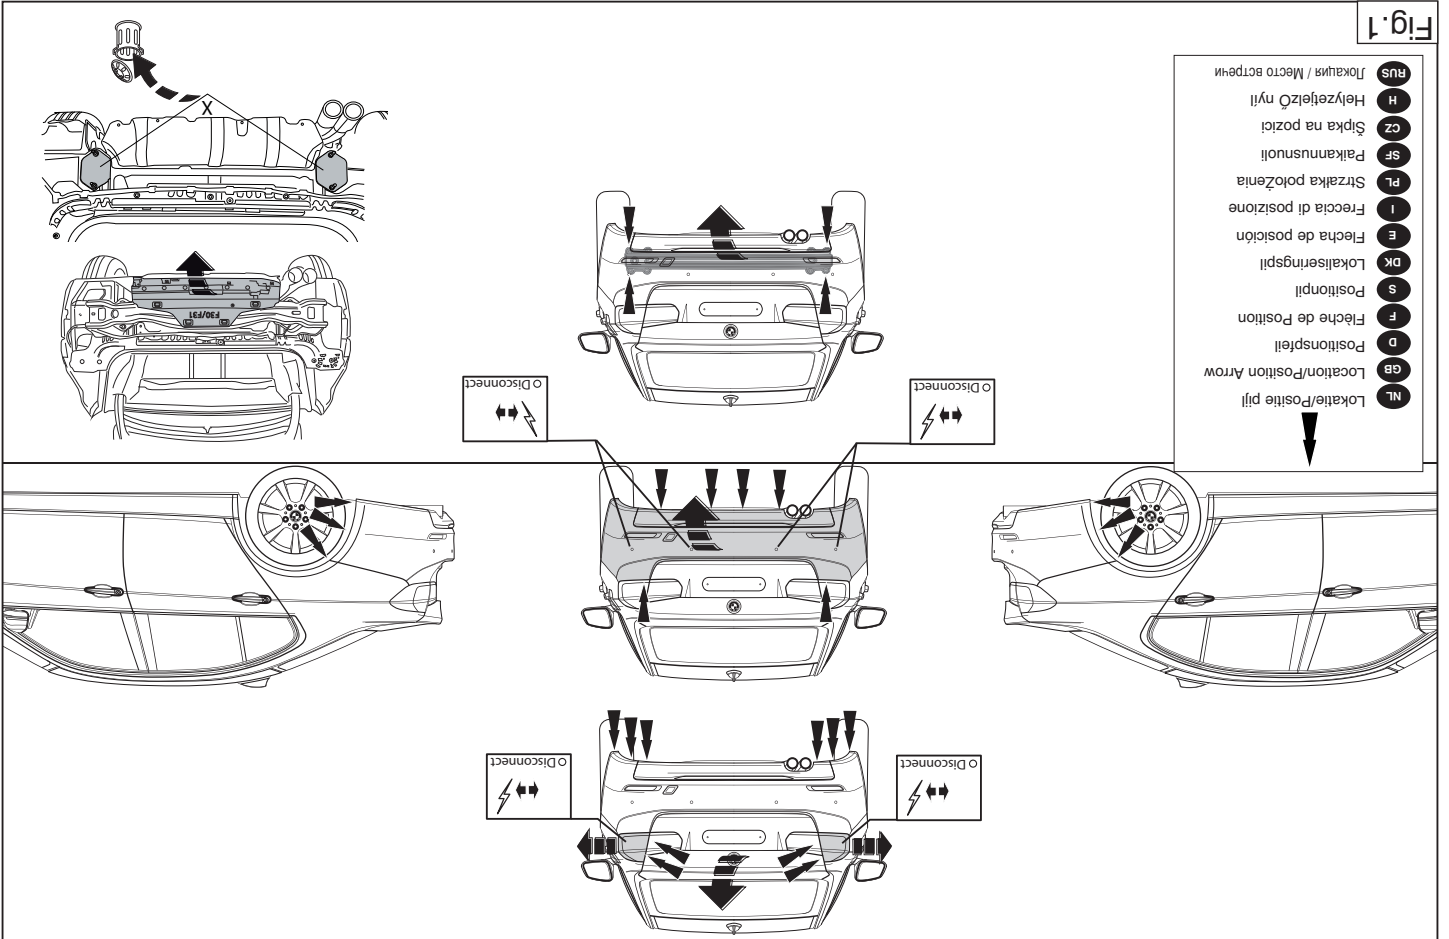

Fig. 1
3. Remove the plastic cap from the metal bumper. The buffer beam will no longer be needed. Remove any stickers that may be present at the points X of attachment. See figure 1.
2. Die Stoßstange einschließlich des stählernen Stoßbalkens vom Fahrzeug abmontieren. Entfernen Sie die Kunststoffkappe von der Metallstoßstange. Der Stoßbalken wird nicht mehr benötigt. Gegebenenfalls die Aufkleber bei den Befestigungspunkten X entfernen. Siehe Abbildung 1.
2. Déposer le pare-chocs du véhicule y compris la traverse en acier. Retirer le capuchon en plastique du tampon en métal. La traverse ne sera plus utilisée. Le cas échéant les autocollants placés sur les points X de fixation. Voir la figure 1.
* Déposer le pare-chocs du véhicule y compris la traverse en acier. Retirer le capuchon en plastique du tampon en métal. La traverse ne sera plus utilisée. Le cas échéant les autocollants placés sur les points X de fixation. Voir la figure 1.
2. Demonter kofangeren, inklusive køretøjets stålstødbjælke. Demonter kunststofhætten på stødbjælken af metal. Denne bliver overflødig. Fjern evt. mærkaterne ved montagepunkterne X. Se fig.1.